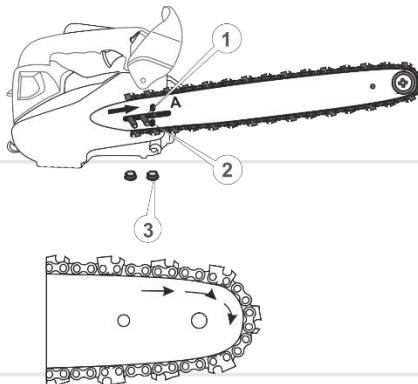

Рисунок 3. Схема встановлення шини із ріжучим ланцюгом.
8. Трішки змістить шину в напрямку стрілки (A, рис.3), щоб ланцюг злегка натягнувся.
9. Встановіть кришку кріплення шини таким чином, щоб штіфти регулятора ланцюга (1, рис. 3) точно збігалися з натяжним отвором шини (2, рис.3).
10. Закрутіть гайки (3, рис. 3) не затягуючи її.